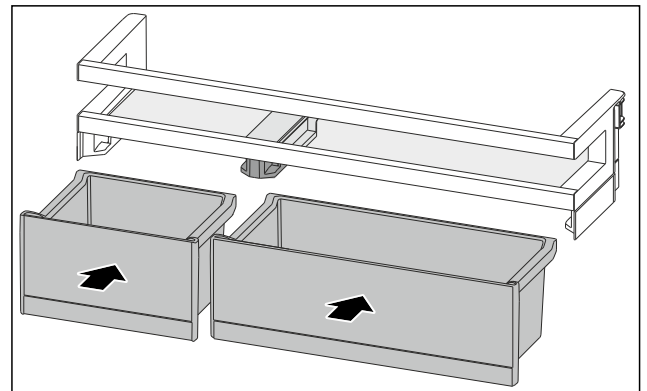

Fig. 95
- ▶ Introduceți VarioBox-urile dispuse invers. (vezi Fig. 95)